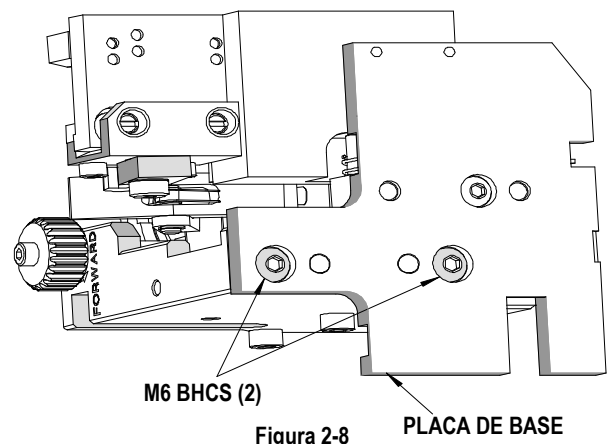

Figura 2-8
3. Coloque el aplicador sobre un costado. Con una llave hexagonal de 4 mm, retire los tornillos (2) M6 BHCS que sujetan el bastidor del aplicador a la placa de base. Véase la Figura 2.8.